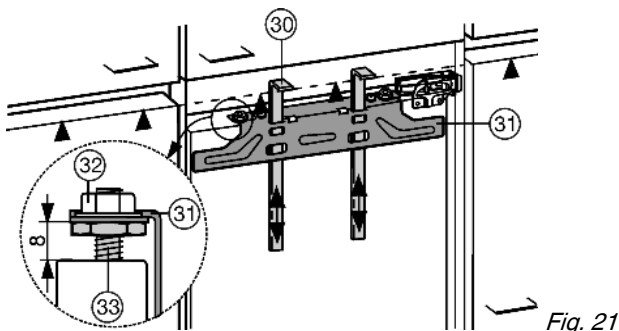

Fig. 21
De montagehulpmiddelen *Fig. 21 (30)* worden voor beide deuren benodigd. Monteer de kastdeuren na elkaar.
- ▶ Montagehulpstukken *Fig. 21 (30)* op kastdeurhoogte omhoog schuiven. Onderste aanslagkant  $\blacktriangle$  van het montagehulpstuk = onderkant van de aan te brengen kastdeur.